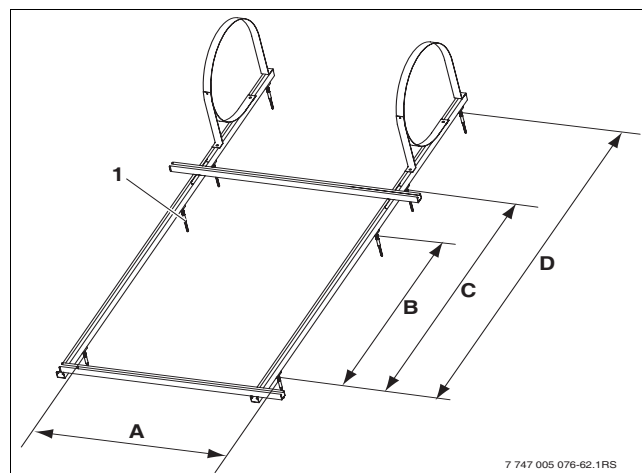
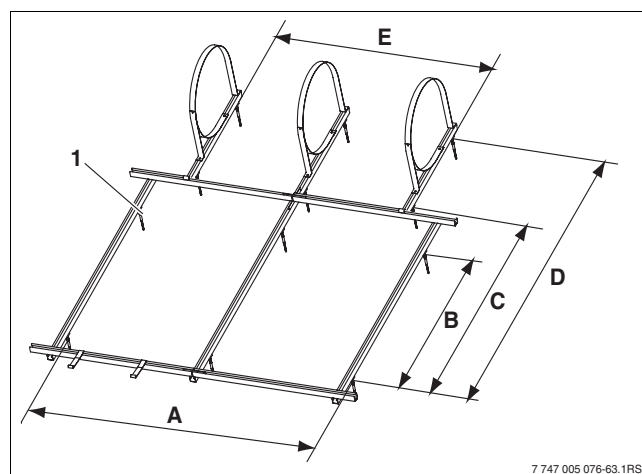

Fig. 31 Distancia entre los pernos de doble rosca en sistema de 150/200 l
Fig. 32 Distancia entre los pernos de doble rosca en sistema de 300 l
Cada perfil se fija con dos pernos de doble rosca (1) (→ fig. 31 y fig. 32). Consultar la distancia entre las fijaciones al tejado en la tab. 10.